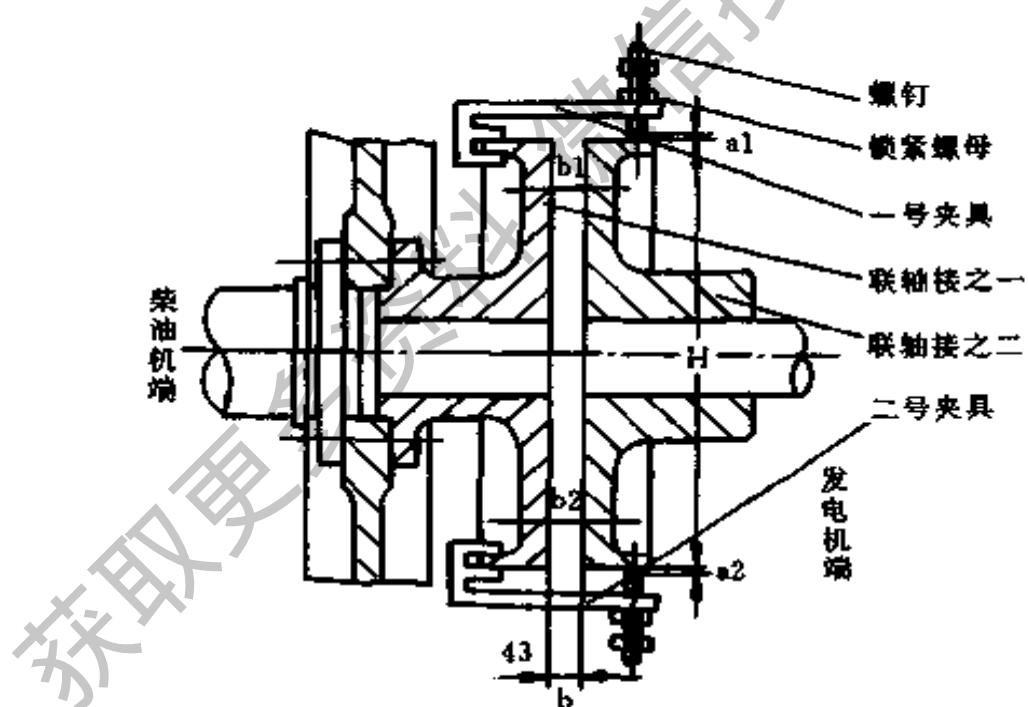

图4-28 柴油机安装中心示意图
(1) 游标卡尺。用于测量图4-28中的 $b_1$ 、 $b_2$ (联轴器之间的间隙)点的端面距离用。 $b$ 的标称尺寸:非增压柴油机为43mm;增压柴油机为52mm。
(2) 厚薄规(塞尺):1套。
(3) 专用夹具。用户可按图4-28自行加工。
(1) 将专用夹具装在飞轮端的“联轴器”(又叫靠背轮、拷贝轮)上,两只夹具互成 $180^{\circ}$ ,并标定记号:一号夹具、二号夹具。
(2) 调整专用夹具上的螺钉端面到电机(或水泵等工作机械)联轴器的外圆表面之径向距离为 $0.3\text{mm} \sim 0.4\text{mm}$ ,然后用夹具上的锁紧螺母将螺钉锁紧。
(3) 在飞轮端联轴器上,按图4-28做记号 $b_1$ 点(在1号夹具处)及 $b_2$ 点(在2号夹具处)。
(4) 两联轴节(“柴油机端”的联轴节、发电机端的联轴节)用接螺丝连在一起。